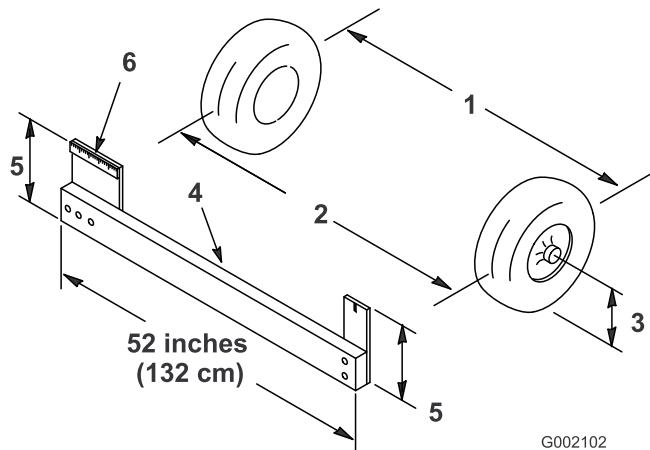

Figura 11
- Misurate la distanza tra i pneumatici anteriori all'altezza dell'assale, davanti e dietro le ruote anteriori (Figura 11). Per rilevare la misura posteriore dei pneumatici anteriori all'altezza dell'assale occorre
un attrezzo o un calibro di allineamento; usate lo stesso attrezzo, o calibro di allineamento, per rilevare con precisione la misura anteriore dei pneumatici anteriori all'altezza dell'assale (Figura 11).